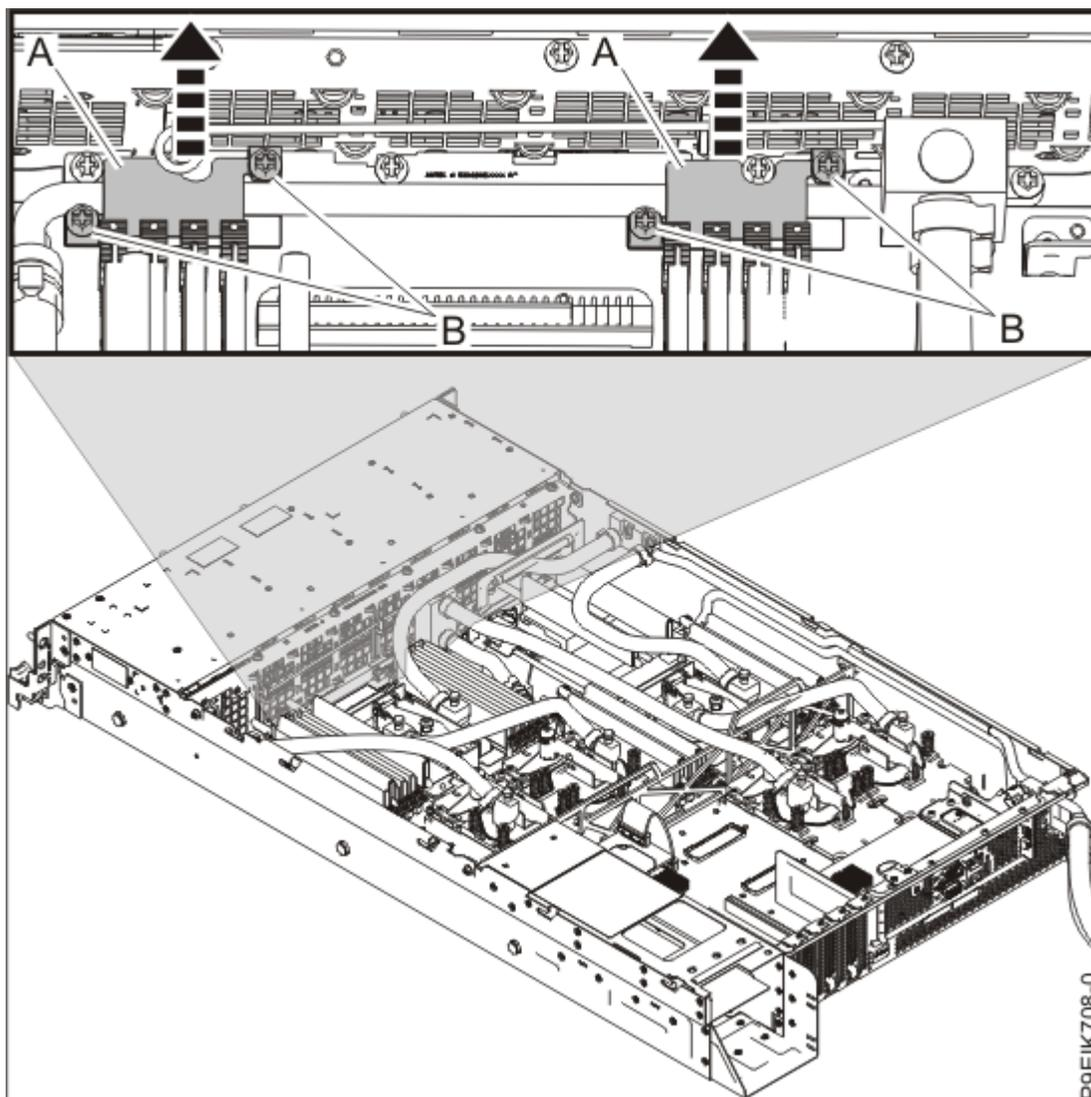

図 9. パイプ・ホルダーの取り外し
6. システムの前面近くにある 2 つのパイプ・ホルダー (A) を取り外します (13 ページの図 9 を参照)。4 本のねじ (B) を緩めて、ホルダーをパイプから持ち上げます。